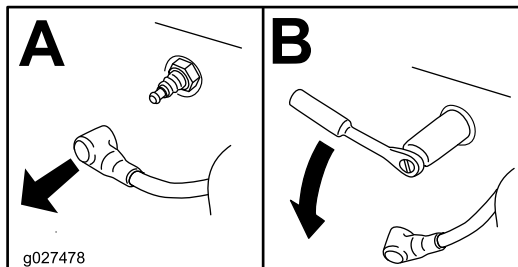

Рисунок 27
4. Снимите свечу зажигания (Рисунок 27).